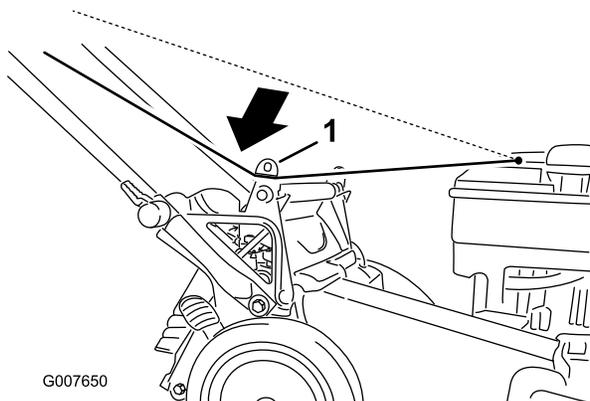

Bild 23
4. Setzen Sie die Heckauswurfklappe ein (Bild 23).
1. Verlegen Sie das Starterkabel um die untere Kabelführung (Bild 23).